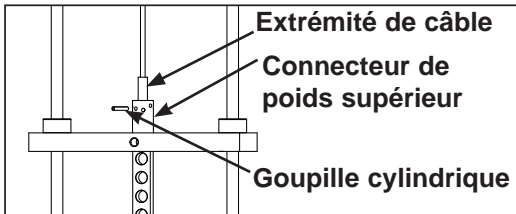

Figure 3
- H. A l'aide du chasse-goupille de 3/16 po, enlevez avec précaution la goupille cylindrique qui fixe l'extrémité du câble au connecteur de poids supérieur. Reportez-vous à la figure 3.